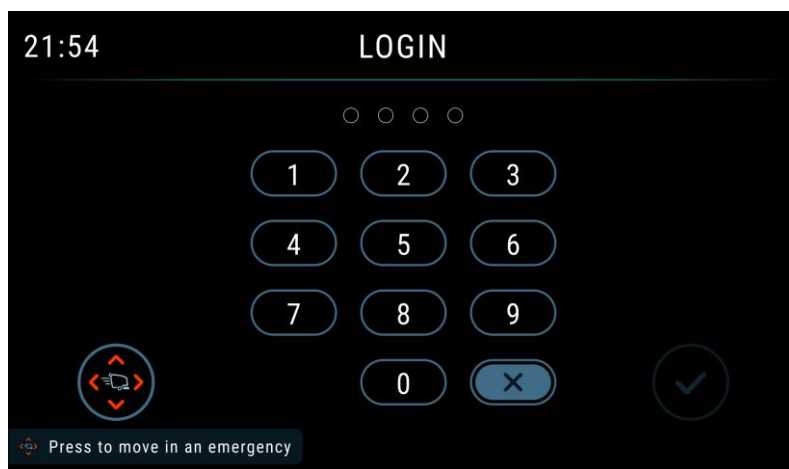

Figura 1
2. Dopo il riavvio della macchina, la macchina entrerà nell'interfaccia di accesso con password mostrata nella Figura 1, quindi inserire la password per avviare la macchina.